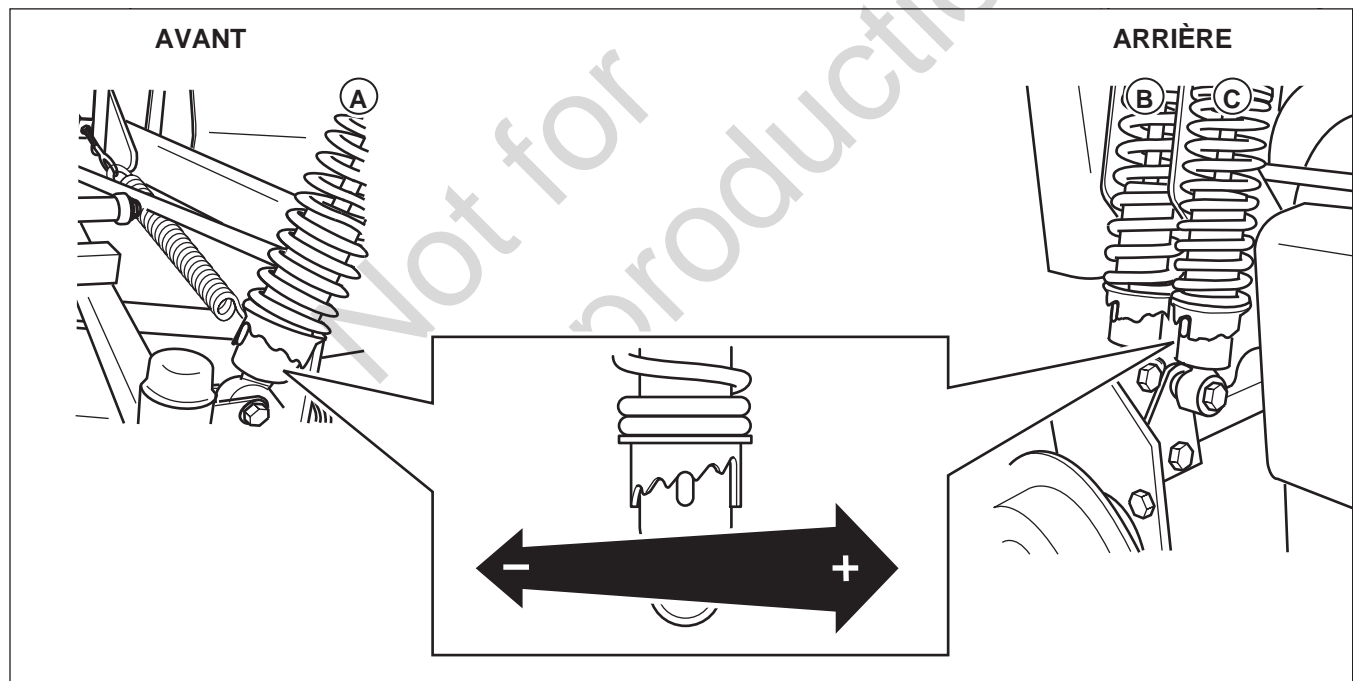

Figure 15. Réglage de précharge du ressort
2. Voir figure 15. À l'aide de la clé anglaise fournie (réf. 5022853), insérer la pointe de la clé dans le cran de l'ajusteur de précharge. Tout en tenant la clé des deux mains, tourner **DANS LE SENS DES AIGUILLES D'UNE MONTRE** pour diminuer la précharge, tourner **DANS LE SENS CONTRAIRE DES AIGUILLES D'UNE MONTRE** pour augmenter la précharge. S'assurer que pour chaque paire d'amortisseurs (A,B ou C, figure 15), la droite et la gauche sont réglées à la même précharge.